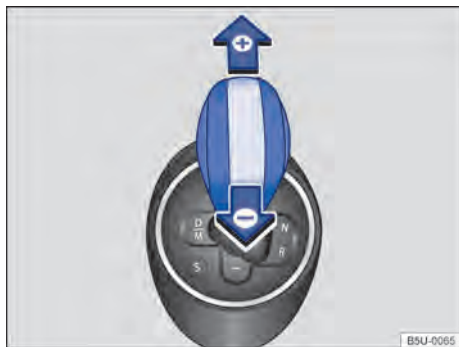

Fig. 102 Alavanca seletora na posição para condução de marcha no modo manual.
- Mover a alavanca seletora para frente  ou para trás  para engatar as marchas altas ou baixas → Fig. 102.